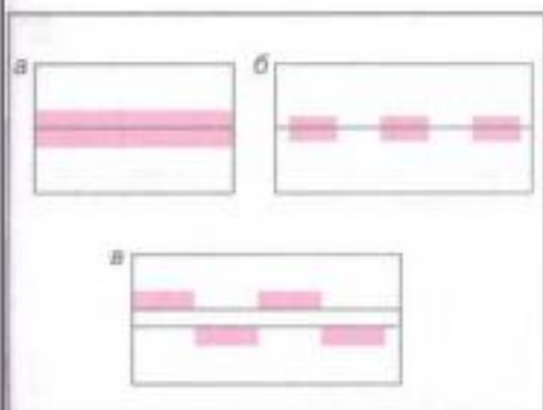

Рис. 20
4. По протяженности (рис. 20) различают непрерывные (а) и прерывистые (б, в) швы. Прерывистые швы делятся на цепные (б) и шахматные (в) и используются в том случае, когда не требуется герметичности конструкции. Применение прерывистых швов обеспечивает экономию наплавленного металла, времени и стоимости сварки.